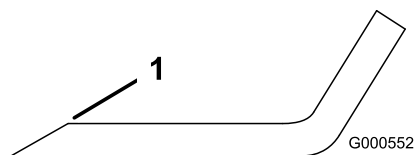

Figura 118
1. Utilice una lima para afilar el filo de corte en ambos extremos de la cuchilla (Figura 118).
Nota: Si la cuchilla no está equilibrada, rebaje algo el metal en la parte de la vela solamente con una lima (Figura 118).